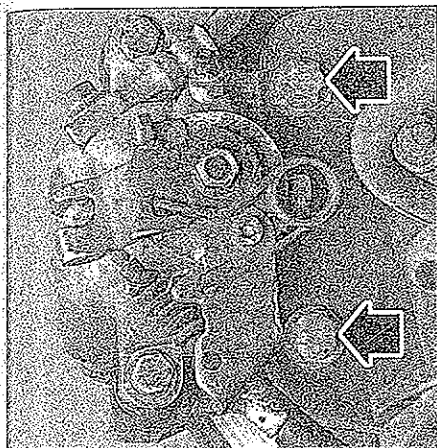

FIG. 18
- Desmontar los dos tornillos de fijación del soporte de pinza y desmontarlo (fig. 18).